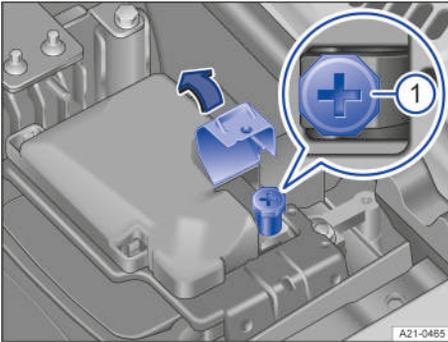

Fig. 164 En el lado izquierdo del vano motor, debajo de una cubierta: toma para la ayuda de arranque (polo positivo).
1. Retire la cubierta de la toma para la ayuda de arranque en el sentido de la flecha → fig. 164.